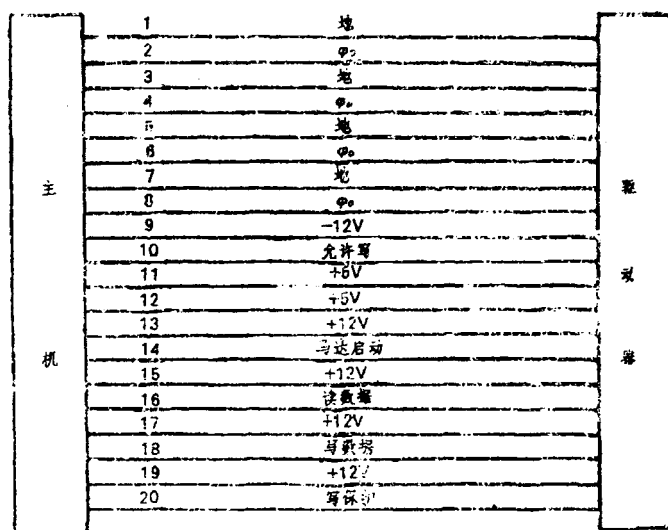

图 59 扁平线端线图
(4) 驱动电路板完成主轴马达的开关以及转速的控制等。
(5) 压框通过旋转把手将软磁盘压紧，并保证其同心旋转，实现磁头加载，保证磁头与软磁盘间的合理间隙。
(6) 写保护开关负责开通或切断写保护信息。
(7) 20芯扁平线缆，完成主机和软盘间的电源供给和信息传输（图59）。